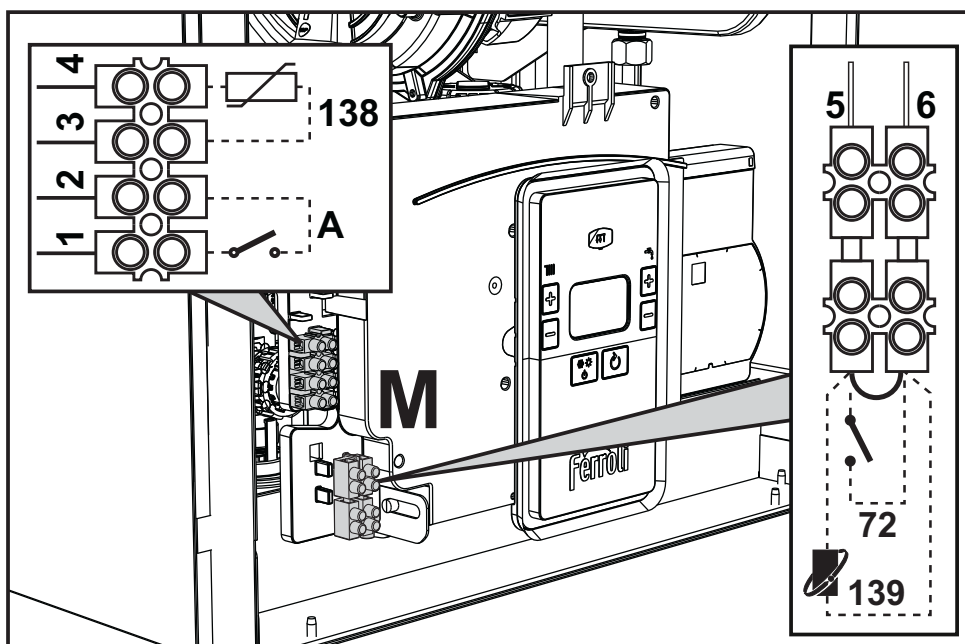
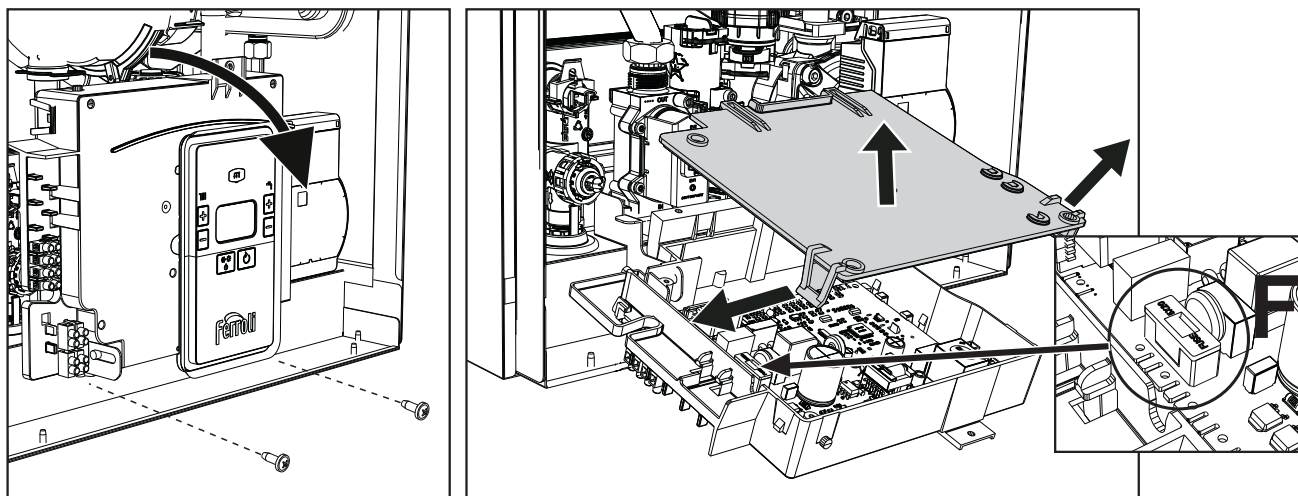

fig. 18
fig. 19
Tras quitar el panel frontal (*** 'Apertura del panel frontal' on page 78 ***), es posible acceder a las regletas de conexión (M) y al fusible (F) según las indicaciones siguientes (fig. 18 e fig. 19). **Los bornes indicados en la fig. 18 deben tener contactos secos (no 230V)**. La posición de los bornes para las diferentes conexiones también se ilustra en el esquema eléctrico de la fig. 45.
Configuración del interruptor ON/OFF (A. fig. 19)